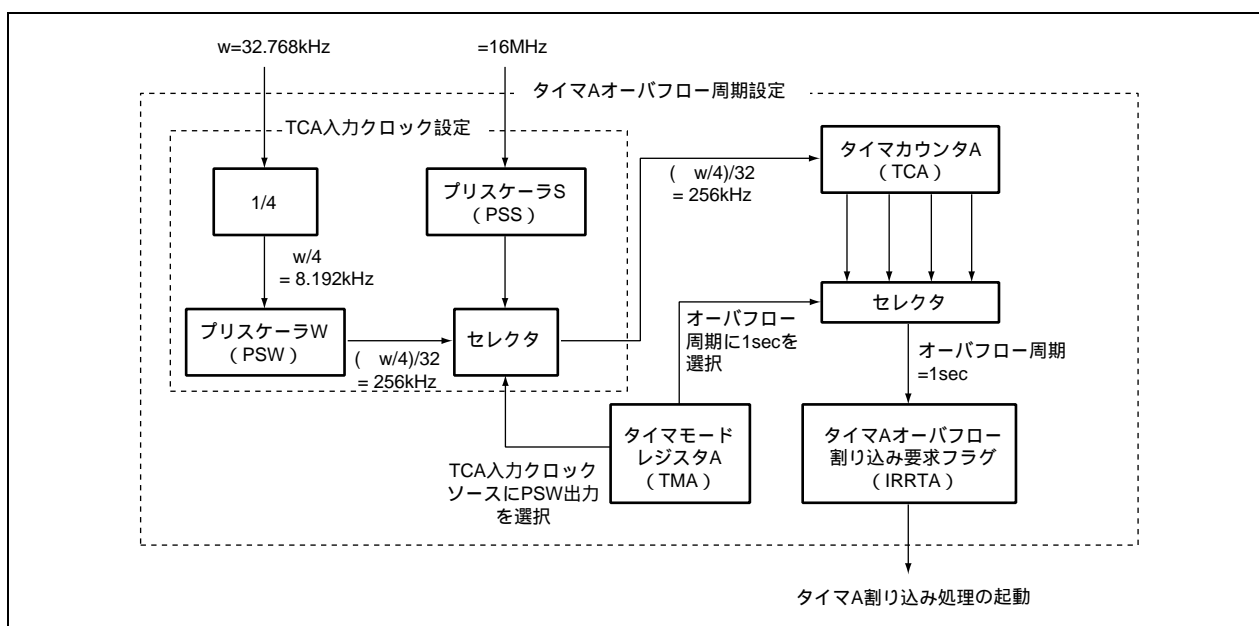

図 2.1 タイマ A 時計用タイムベース機能ブロック図
- 本タスク例では、タイマ A 時計用タイムベース機能を使用して、1sec ごとに LED の点灯／消灯を行いません。図 2.1 にタイマ A 時計用タイムベース機能のブロック図を示します。以下にタイマ A 時計用タイムベース機能のブロック図について説明します。